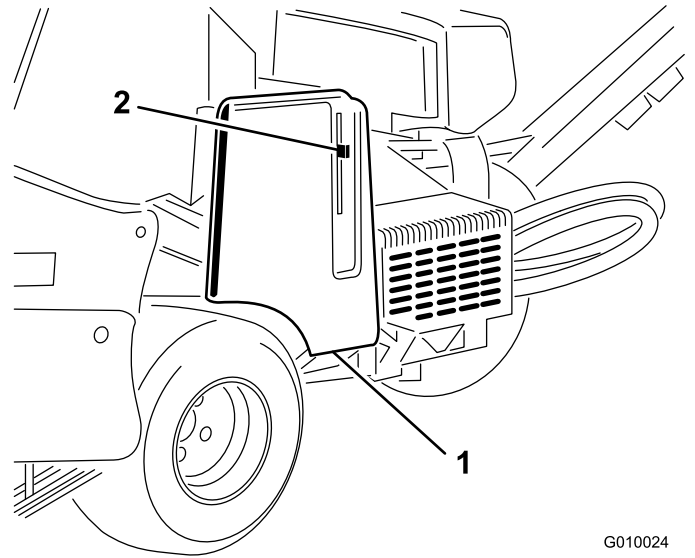
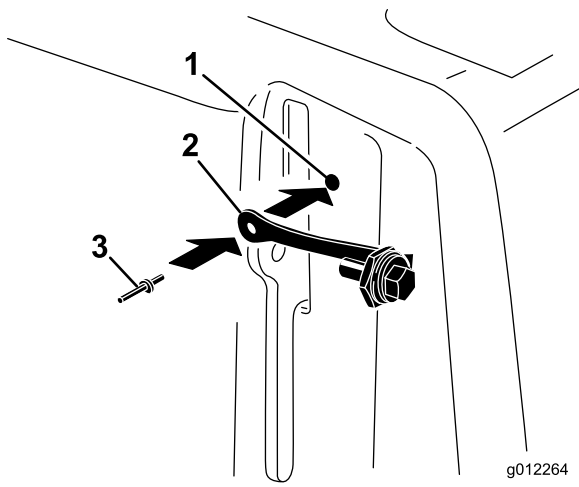

图8
图9
1. 找到皮带罩上紧靠闩锁杆的孔 图8 和 图9。
2. 使用弹伸铆钉将系索总成安装到皮带罩上的孔 图9。